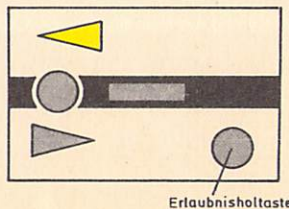

Bild 44
- (6) Ist eine Erlaubnisholtaste (vgl. Bild 44) vorhanden, kann die Erlaubnis durch Bedienen der Erlaubnisholtaste und der Erlaubnisabgabegruppentaste zurückgeholt werden, solange der Erlaubnisabgabemelder gelb leuchtet.